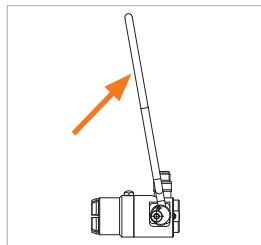

Abbildung 3
- ▶ Klappen Sie die Betätigung (Pos. 1) nach oben (Abbildung 3).